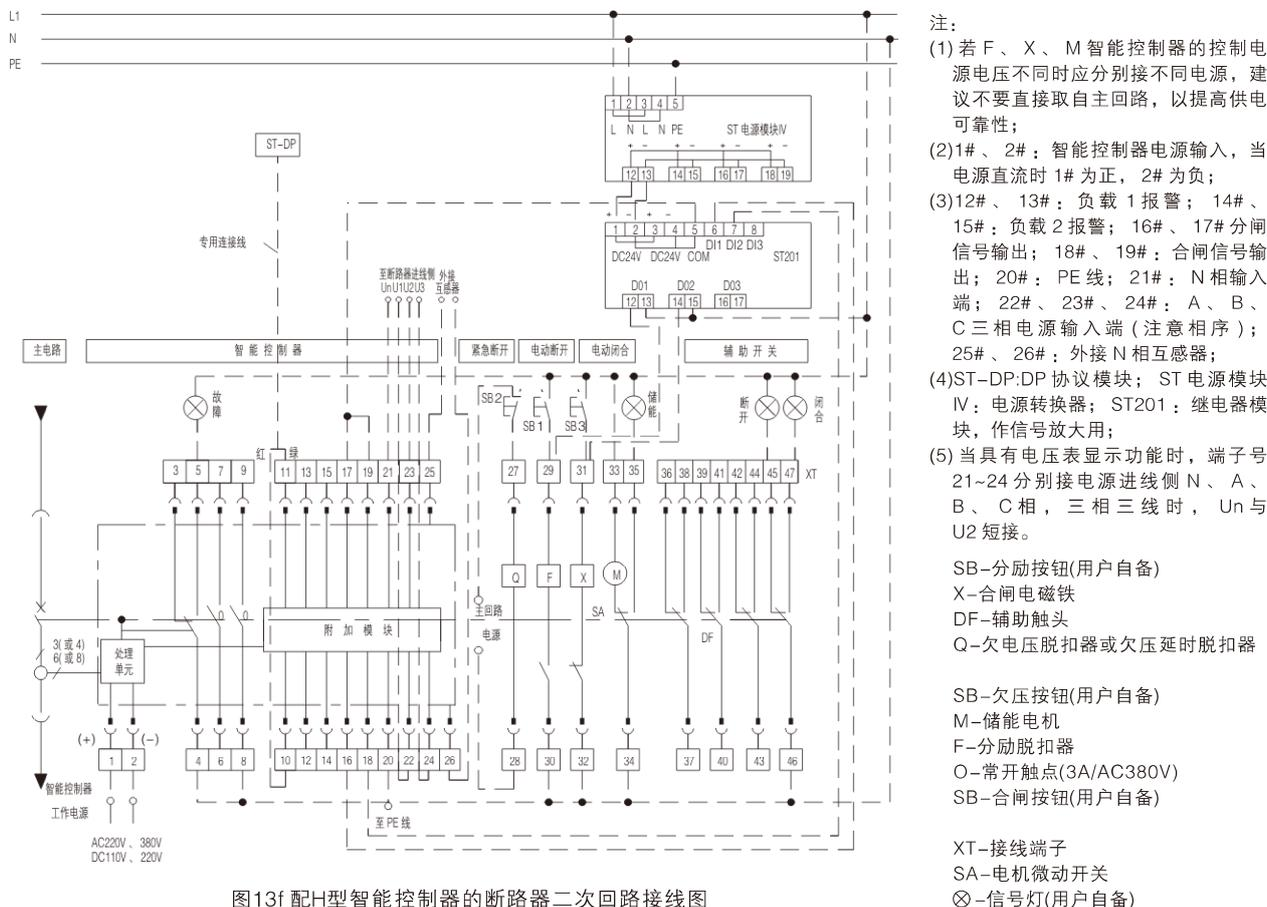

图13f 配H型智能控制器的断路器二次回路接线图
• 2000~4000(200~4000A)H型智能控制器的断路器二次回路接线图, 见图13f(辅助开关为四组转换触头)